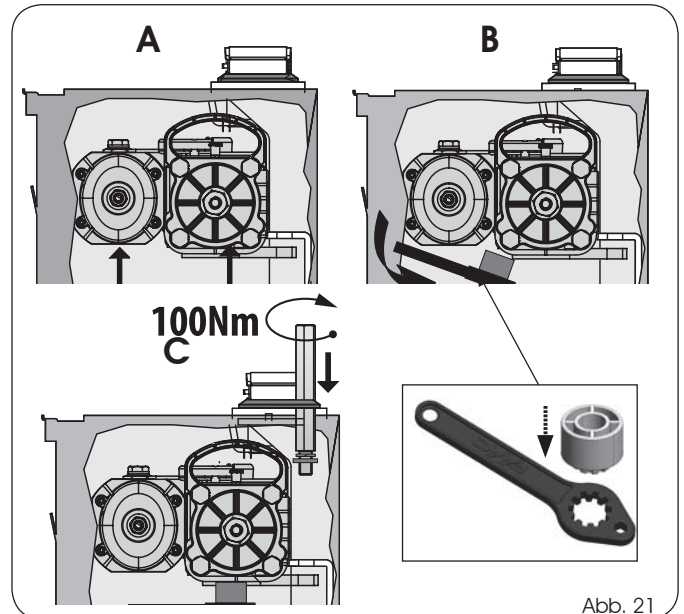
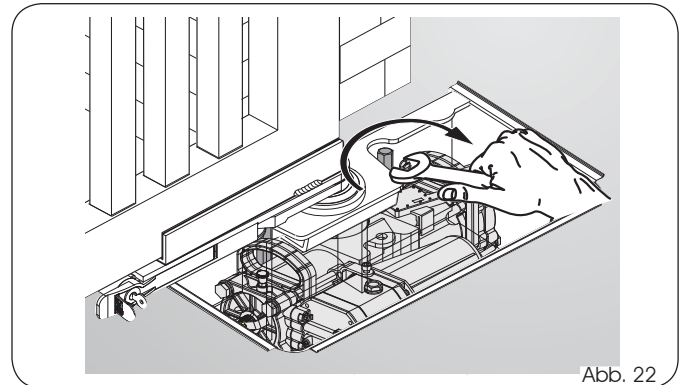

Abb. 21
Abb. 22
12) Den Antrieb mithilfe der entsprechenden Griffe heben (Abb. 21, A) und das Ritzel in die Nutbuchse des Gehäuses einsetzen. Um das Verfahren zu erleichtern, den Antrieb leicht drehen, bis die Kupplung erfolgt.
13) Den mitgelieferten Schlüssel unter dem Antrieb positionieren (Abb. 21, B), um den Motor abzustützen.
14) Die Befestigungsschrauben mit U-Scheibe (Abb. 21, C) einsetzen und anziehen, um den Antrieb am Gehäuse zu befestigen (siehe Abb. 22).